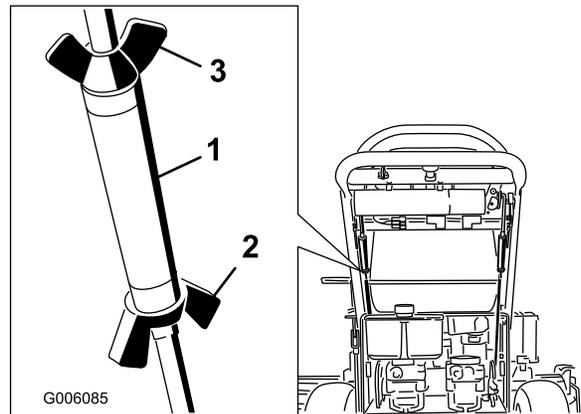

Figura 41
3. Afloje las tuercas de orejeta de la varilla de control derecha, y gire el tensor en un sentido u otro para centrar la palanca de control derecha en la posición de bloqueo/punto muerto. Bloquee el tensor apretando las tuercas de orejeta (Figura 41).
4. Afloje las tuercas de orejeta de la varilla de control izquierda y gire el tensor en un sentido u otro para modificar el avance de la máquina. Bloquee el tensor apretando las tuercas de orejeta (Figura 41)